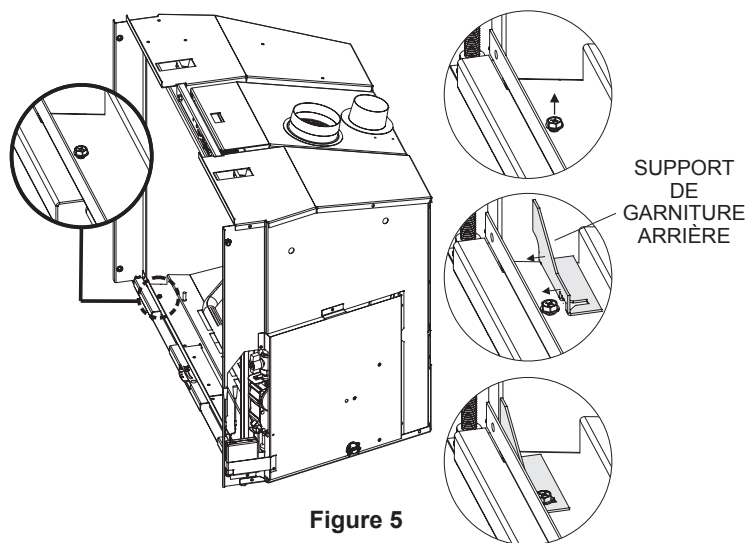

Figure 5
6. Desserrer les vis montrées aux **Figures 5 et 6**.
7. Placer les supports de fixation de garnitures latérales comme montré aux **Figures 5 et 6**. Glisser les supports sous les têtes de vis jusqu'au fond de leur encoche et serrer les vis.